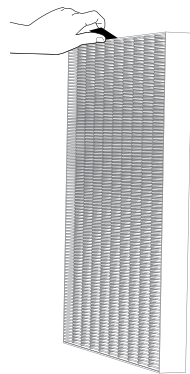

Fig. 1
3. Enlever le cadre de support en plastique pour filtres en tirant sur les languettes du centre (A). Il pourrait être nécessaire de plier légèrement le cadre pour dégager les languettes du haut et du bas.
4. Enlever et jeter les filtres usagés. Pour ce faire, il faut tenir le filtre à carbone à n'importe quel endroit le long de son périmètre et l'enlever. Pour enlever le filtre HEPA, tenir la languette (Figure 1) et tirer pour le dégager. Remplacer les filtres usagés par de véritables filtres Vornado. Placer les filtres dans l'unité et appuyer doucement sur le périmètre du filtre pour s'assurer qu'il est bien en place (Figure 2).
2. Essuyer à l'aide d'un chiffon doux et humide. (Figure 1)